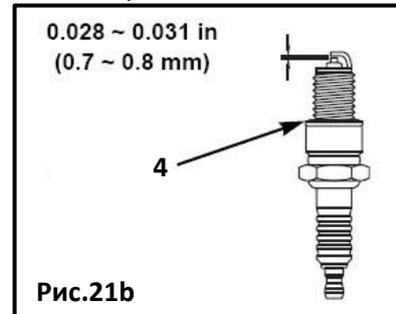

Рис.21b
- Измерьте зазор электрода свечи зажигания соответствующим прибором. Зазор должен составлять 0,028-0,031 дюйма (0,7 ~ 0,8 мм). Исправьте зазор, если необходимо, путем тщательного изгиба бокового электрода с помощью необходимого инструмента (Рис.21b).
- Устанавливайте свечу зажигания (2) осторожно, чтобы она не пошла поперек резьбы.
- Установите колпачок свечи зажигания (1) на свечу зажигания (2).